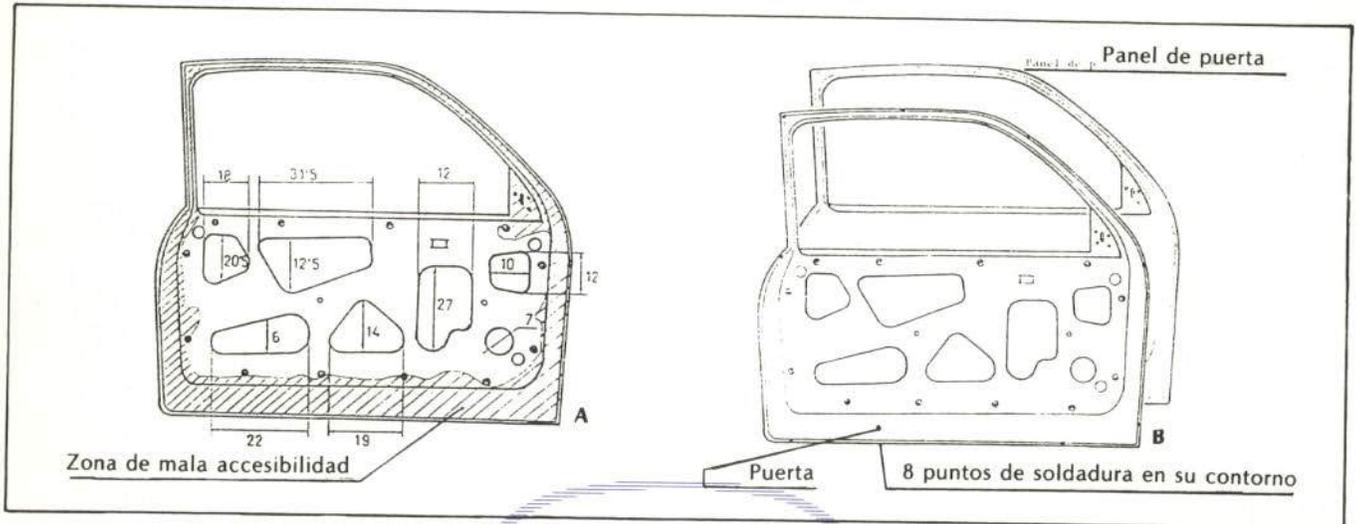

Fig. 21.— Accesibilidad puerta delantera (A) y unión de ésta a su panel (B).
- El fabricante suministra la puerta completa, con posibilidad de adquirir el panel por separado (véase fig. 21). Las bisagras vienen soldadas con la puerta y no se suministran por separado. El tirante de freno, por el contrario, se suministra independientemente. Para proceder a la reparación del panel de puerta se realizarán las siguientes operaciones previas: